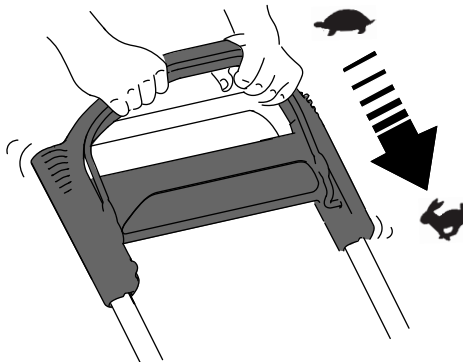

Rysunek 12
2. Wsuń przycisk rozrusznika elektrycznego do stacyjki elektrycznej (A na Rysunek 12).
3. Przyciągnij dźwignię sterującą ostrzem do uchwytu i przytrzymaj w tej pozycji (B na Rysunek 12).
4. Naciśnij przycisk rozrusznika elektrycznego i przytrzymaj go do momentu uruchomienia silnika (C na Rysunek 12).